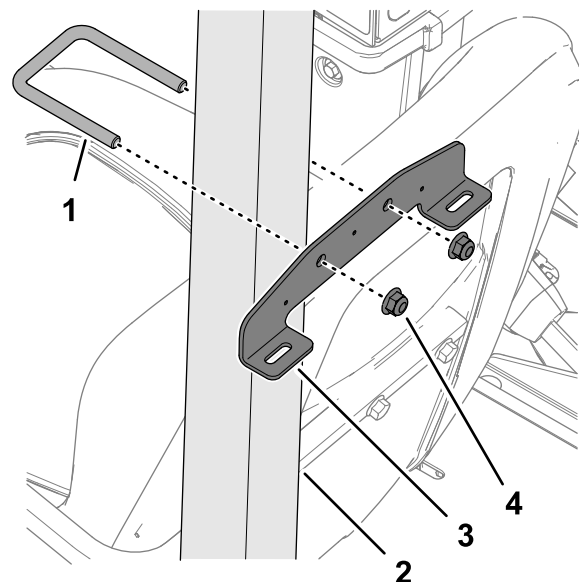

Figure 23
2. Fixez un support de montage sur le tube de l'arceau de sécurité (Figure 23) à l'aide d'un étrier fileté et de 2 contre-écrous à embase ($\frac{3}{8}$ ").